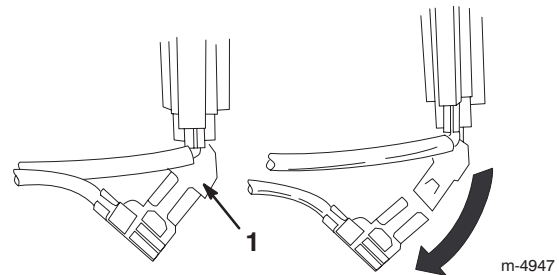

Figure 16
6. Débranchez le clip du fil de terre vert sous le starter (Fig. 16).